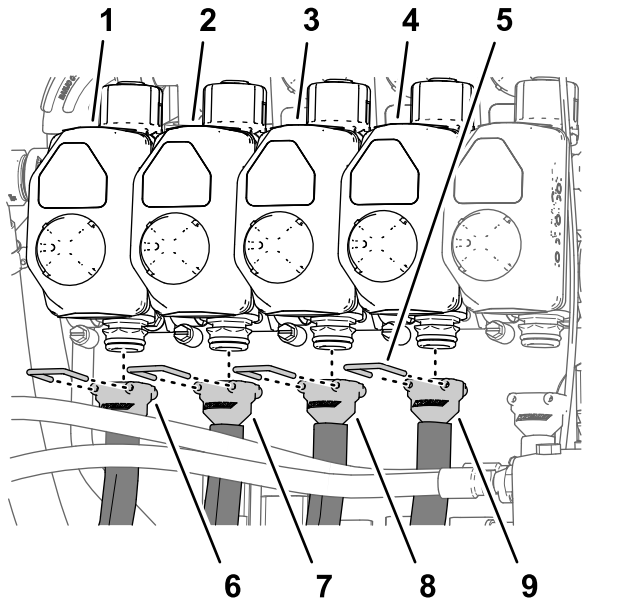
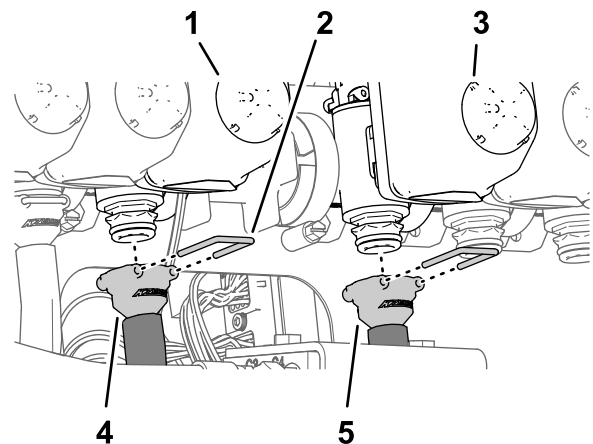
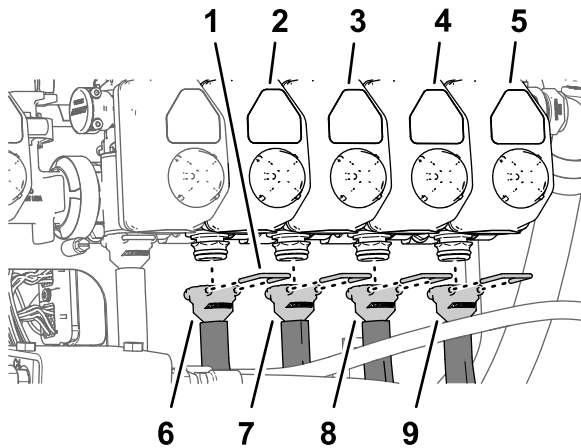

Figura 126
Figura 127
Figura 128
Nota: Consulte la Figura 126 en Conexión de las mangueras a las válvulas de boquillas 1 a 4 \(página 62\), Figura 127 en Conexión de las mangueras a las válvulas de boquillas 5 y 6 \(página 62\), y Figura 128 en Conexión de las mangueras a las válvulas de boquillas 7 a 10 \(página 63\) para conocer las posiciones de las válvulas de las boquillas.
1. Monte el acoplamiento dentado recto de una manguera de suministro de 279 cm en el acoplamiento de la válvula de boquilla 1 (Figura 126).
2. Sujete el acoplamiento dentado al acoplamiento con una horquilla de retención (Figura 126).
3. Monte el acoplamiento dentado recto de una manguera de suministro de 234 cm en el acoplamiento de la válvula de boquilla 2 (Figura 126).
4. Sujete el conector dentado al acoplamiento con una horquilla de retención (Figura 126).
5. Monte el acoplamiento dentado recto de una manguera de suministro de 188 cm en el acoplamiento de la válvula de boquilla 3 (Figura 126).
6. Sujete el conector dentado al acoplamiento con una horquilla de retención (Figura 126).
7. Monte el conector dentado recto de una manguera de suministro de 188 cm en el acoplamiento de la válvula de boquilla 4 (Figura 126).
8. Sujete el conector dentado al acoplamiento con una horquilla de retención (Figura 126).
1. Monte el acoplamiento dentado recto de una manguera de suministro de 81 cm en el acoplamiento de la válvula de boquilla 5 (Figura 127).
2. Sujete el conector dentado al acoplamiento con una horquilla de retención (Figura 127).
acoplamiento de la válvula de boquilla 6 (Figura 127).
4. Sujete el conector dentado al acoplamiento con una horquilla de retención (Figura 127).
1. Monte el conector dentado recto de una manguera de suministro de 188 cm en el acoplamiento de la válvula de boquilla 7 (Figura 128).
2. Sujete el conector dentado al acoplamiento con una horquilla de retención (Figura 128).
3. Monte el conector dentado recto de una manguera de suministro de 188 cm en el acoplamiento de la válvula de boquilla 8 (Figura 128).
4. Sujete el conector dentado al acoplamiento con una horquilla de retención (Figura 128).
5. Monte el conector dentado recto de una manguera de suministro de 234 cm en el acoplamiento de la válvula de boquilla 9 (Figura 128).
6. Sujete el conector dentado al acoplamiento con una horquilla de retención (Figura 128).
7. Monte el conector dentado recto de una manguera de suministro de 279 cm en el acoplamiento de la válvula de boquilla 10 (Figura 128).
8. Sujete el conector dentado al acoplamiento con una horquilla de retención (Figura 128).